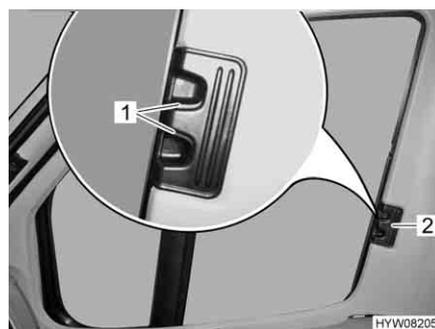

Fig. 44 Tendina oscurante pieghevole per il finestrino del conducente/passaggero
- Comprimere le levette di bloccaggio (Fig. 44,1) e mantenerle in questa posizione.
- Con la levetta (Fig. 44,2) tirare le tendine oscuranti pieghevoli per il finestrino del guidatore e del passeggero verso l'altro lato della finestra e congiungerle alle strisce magnetiche.
- Inserire fino all'arresto le tendine oscuranti pieghevoli per il finestrino del guidatore e del passeggero per la maniglia (Fig. 44,2).
- Rilasciare le levette di bloccaggio (Fig. 44,1) e mantenerle innestate.